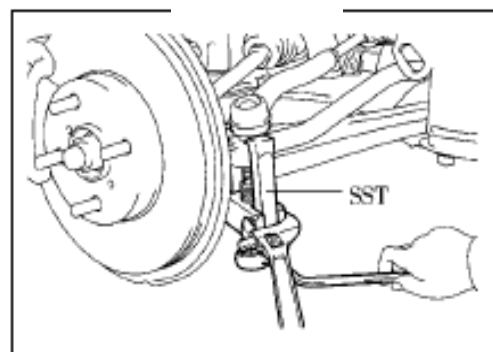

Рис. 244
(1) Снимите шплинт и стопорную гайку желобчатого типа
(2) Снимите шпильку с шаровым наконечником из конического отверстия поворотного кулака(рис. 244)